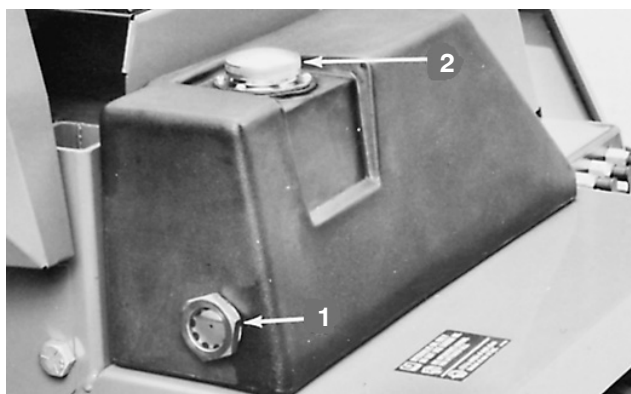

Figure 9
1. Vérifiez le niveau de liquide chaque jour par le viseur situé à l'arrière du réservoir hydraulique (Fig. 9). Quand l'huile est froide, le niveau est légèrement en dessous du centre du viseur. Il devrait toutefois arriver au centre du viseur quand l'huile est chaude.
2. Si le niveau d'huile est bas, ajoutez de l'huile hydraulique dans le réservoir (Fig. 9) (voir Entretien du système hydraulique, page 47).
4. Sur tous les autres ensembles de roues pivotantes, retirez la goupille à anneau des axes de fourches (Fig. 13). Déposez l'ensemble axe de fourche et entretoise du bras de pivot (Fig. 13). Placez des entretoises sur l'axe de pivot à la hauteur de coupe voulue et posez l'axe de fourche dans le bras (Fig. 9). Posez les entretoises restantes sur l'axe et fixez les ensembles avec la goupille à anneau (Fig. 13).